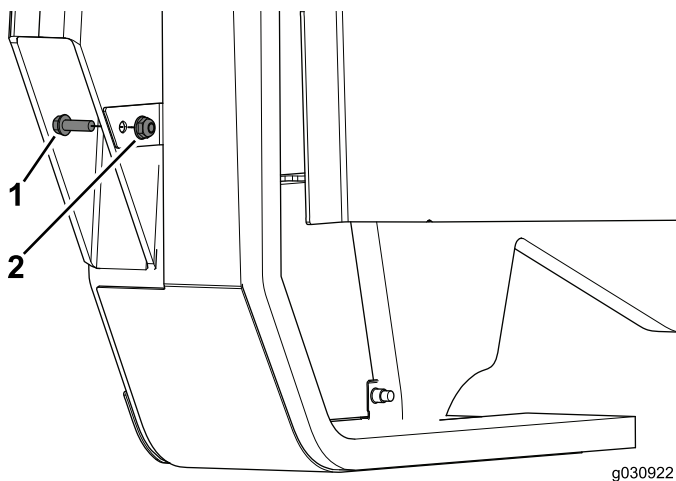

Figura 30
3. Utilizzate un bullone (1/4 x 3/4 poll.) e un dado flangiato (1/4 poll.) per completare il montaggio del gruppo del pannello (Figura 30).